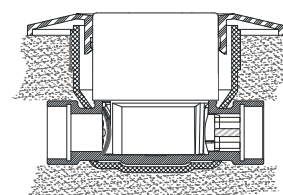

Abb. 9
- 2.17 Bei Unterputzinstallation Rosette aus Verpackung entnehmen und, sofern durch große Einbautiefe erforderlich, mit ein bis drei Verlängerungshülsen aufstecken. Für Einbautiefen unter 25 mm muss eine spezielle Rosette bestellt werden. Rosette (ggf. mit Verlängerungshülsen) auf die Zählwerkshaube bis zum Anschlag an der Wand schieben (Abb. 9).